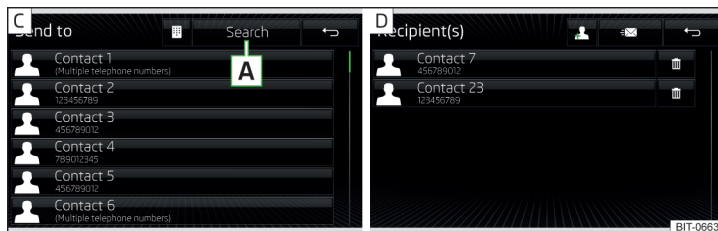

Fig. 193 Lista de contacto / lista de receptores
- Seleccionar el receptor del mensaje de la lista de contacto visualizada o introducir el número telefónico pulsando la superficie funcional [B] » fig. 193 - [C].
- Pulsar la superficie funcional [C] » fig. 193 - [D], el mensaje es enviado.
Después que se abrió la lista de contactos se pueden realizar las siguientes funciones » fig. 193 - [C].
Después de la selección del número de contacto o la introducción del número de teléfono se visualiza la lista de receptores en la pantalla » fig. 193 - [D].
Pulsando una de las superficies funcionales se pueden realizar las siguientes funciones » fig. 193 - [D].
- [D] Visualización de la lista de contactos con la posibilidad de añadir/retirar más receptores del mensaje (para regresar a la lista de receptores » fig. 193 - [D] pulsar la superficie funcional ↩)